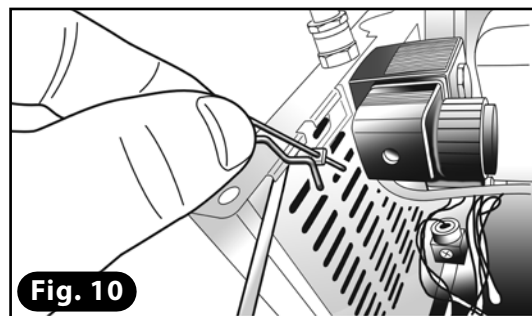

Fig. 10
9) Corte con unas pinzas las partes sobrantes de la resistencia (**Fig. 10**).
- 16) Quite la grapa de seguridad situada en la varilla de apoyo del armazón manteniendo levantado este último con la otra mano (**Fig. 10**).